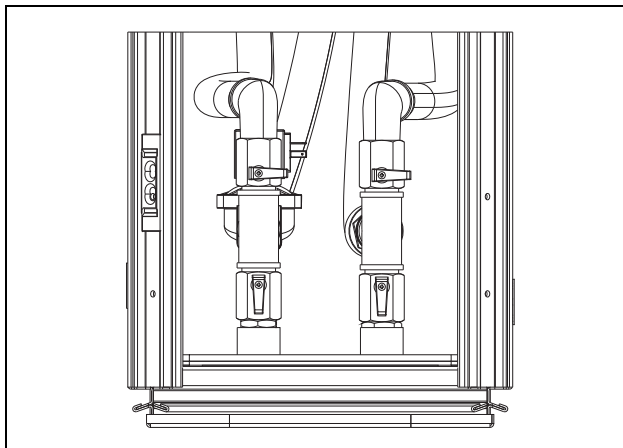

Fig. 11 : Vanne avec connexion d'eau par le bas
- 8 Inverseur (voir aussi fig. 11 et 12)